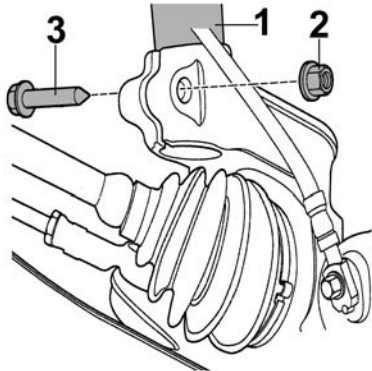

Fig. 2
- **Fig.2** Befestigungsschraube (3) des Federbeins am Achsschenkel ausbauen.
- **Fig. 2** Remove Strut's fastening screw (3) on the steering knuckle.
- **Fig. 2** Démonter la vis de fixation (3) de la jambe élastique sur la fusée d'essieu.
- **Fig. 2** Quitar el tornillo (1) de sujeción (3) el amortiguador en la mangueta.